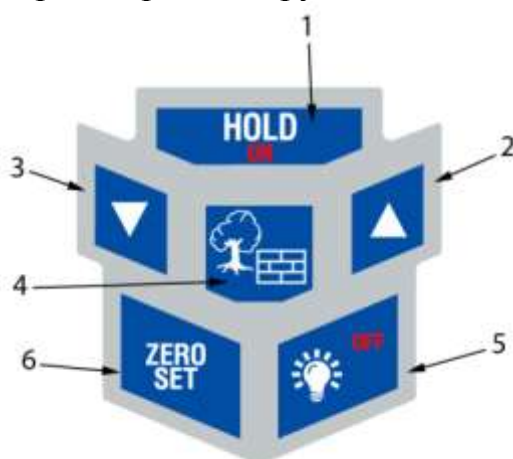

Рисунок 3. Клавиатура измерителя влажности серии CONDTR0L (исполнение HYDRO-TEC CONDRTOL)
Включение прибора осуществляется кратковременным нажатием на кнопку (1) см. рисунок 3. Если информация на дисплее отсутствует или индицируется сообщение о разряде батареи, следует заменить элементы питания. Для выключения прибора необходимо нажать и удерживать кнопку (5) см.рис.3 до отключения прибора. В приборе предусмотрена функция автоотключения, которая произойдет через 1 мин. после последнего нажатия на кнопку или изменения результатов измерения.
После нажатия на кнопку (6) см.рисунок 3 прибор перейдет в режим автоподстройки. На дисплей будет выведено сообщение:
После выбора вида материала кнопкой (4) см.рисунок 3 и номера группы кнопками (2);(3) приложите датчик к контролируемой поверхности. **Для получения достоверных показаний необходимо обеспечить плотное прилегание датчика к поверхности** (между датчиком и поверхностью зазоров быть не должно) и после установления показаний считать результат.
При долгом удержании кнопки (3) см.рисунок 3 меняются показания температуры датчика влажности из шкалы Цельсия в шкалу Фаренгейта, при повторном удержании кнопки – наоборот.